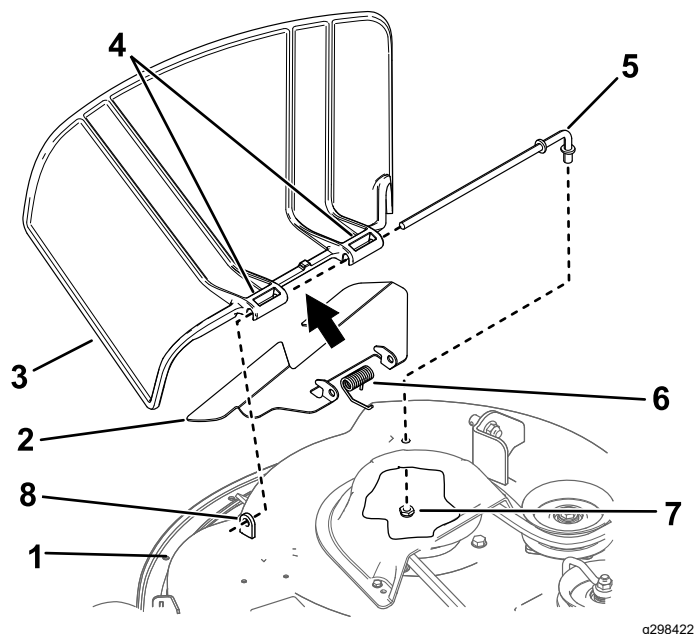

Figura 74
1. Remova a porca ( $\frac{3}{8}$  pol.) da barra debaixo do cortador (Figura 74).
2. Faça deslizar a barra para fora da parte saliente curta, mola, abafador e defletor de relva (Figura 74).
4. Instale o novo defletor de relva e o abafador (Figura 74).
7. Faça deslizar a barra pelo abafador e segunda articulação do defletor de relva (Figura 74).
9. Fixe a extremidade traseira da barra ao cortador com uma porca (3/8 pol.), como se mostra na Figura 74.